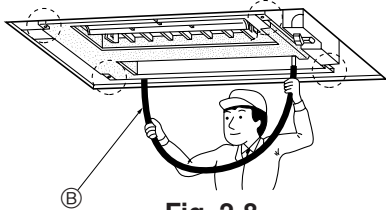

Fig. 2-8
- 4. Vérifier si les quatre coins sont à niveau, à l'aide d'un niveau ou d'un tuyau en plastique transparent contenant de l'eau. (Fig. 2-8)